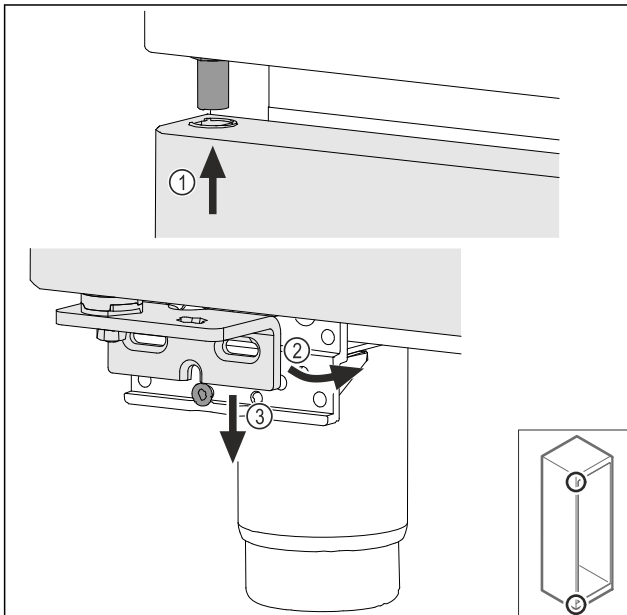

Fig. 49
- ▶ Περάστε επάνω την πόρτα υπό ελαφρά κλίση Fig. 49 (1), ευθυγραμμίστε την πόρτα Fig. 49 (2) και τοποθετήστε την κάτω στη βίδα του στηρίγματος Fig. 49 (3).